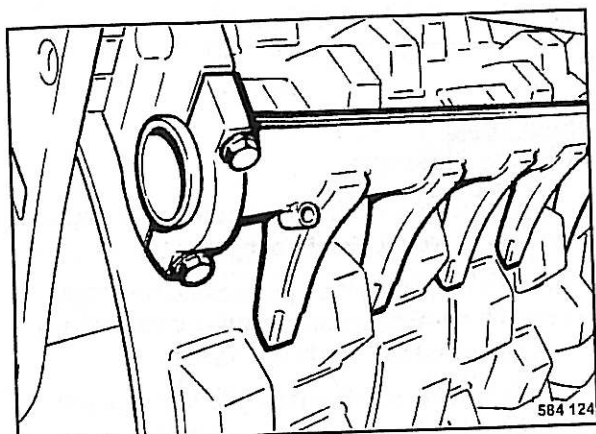

Fig. 138
- Comprobar el ajuste y el estado del rascador (Fig. 138) y reajustarlo o cambiar los dientes, si fuese preciso.